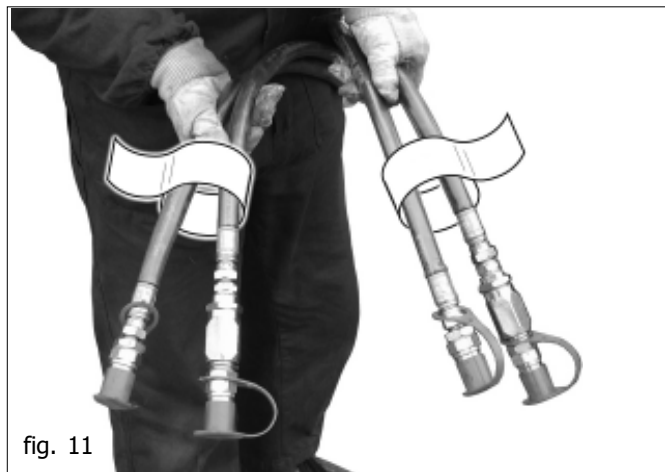

fig. 11
- 4) Conecte correctamente los tubos hidráulicos a los distribuidores del tractor (véase capítulo 3.1), siguiendo las indicaciones presentes en cada tubo (Fig. 11).